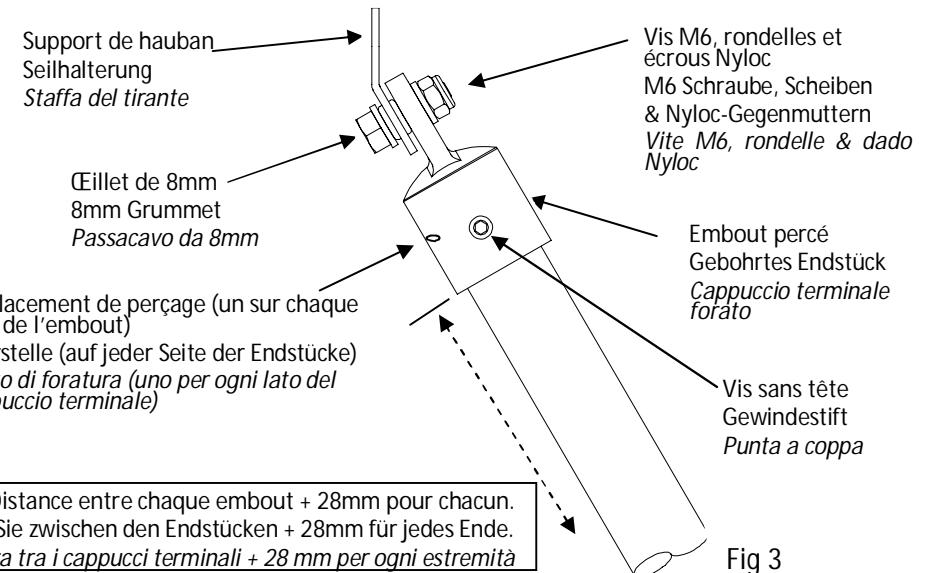

Fig 3
- Befestigen Sie die oberen Endstücke mittels M6x20 Schrauben, der Scheiben & Nyloc-Gegenmuttern an den Befestigungswinkeln (Abb. 3).
Fissare i cappucci terminali agli stralli (vedere figure 3 & 4):
- Collegare il cappucci terminale superiore alle staffe del tirante utilizzando viti M6 x 20, rondelle e dadi nyloc (Fig.3).